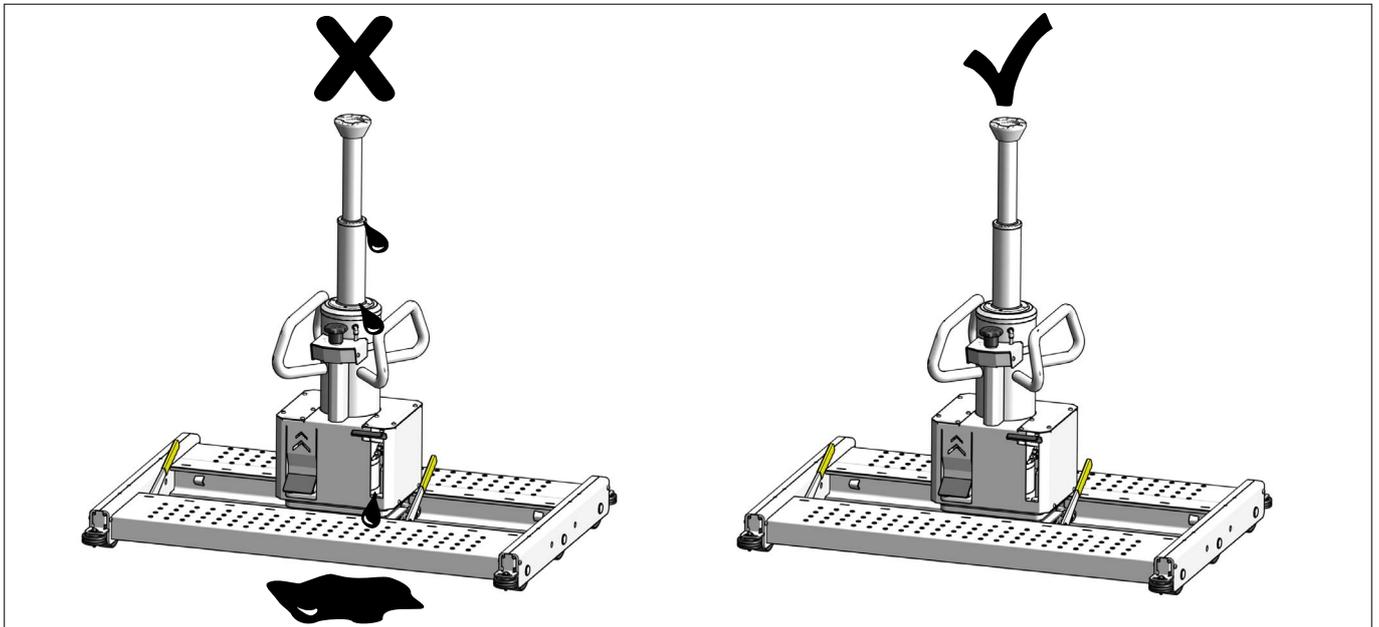

Fig.51
- Slangar, cylindre og pumpe for utætheder (*Fig. 51*)
- Hoses, cylinder and pump unit for leaks (*Fig. 51*)
- Dichtigkeit von Schläuchen, Zylinder und Pumpe (*Fig. 51*)
- Flexibles, cylindre et pompe pour les fuites (*Fig. 51*)
- Slangar, eventuellt läckage från cylinder och pumpenhet (*Fig. 51*)
- Letkut, sylinterin ja pumpun vuodot (*Fig. 51*)
- Slangen, cilinder en pompeenheid op lekken (*Fig. 51*)
- Fugas en la unidad de la bomba, el cilindro y las mangueras (*Fig. 51*)